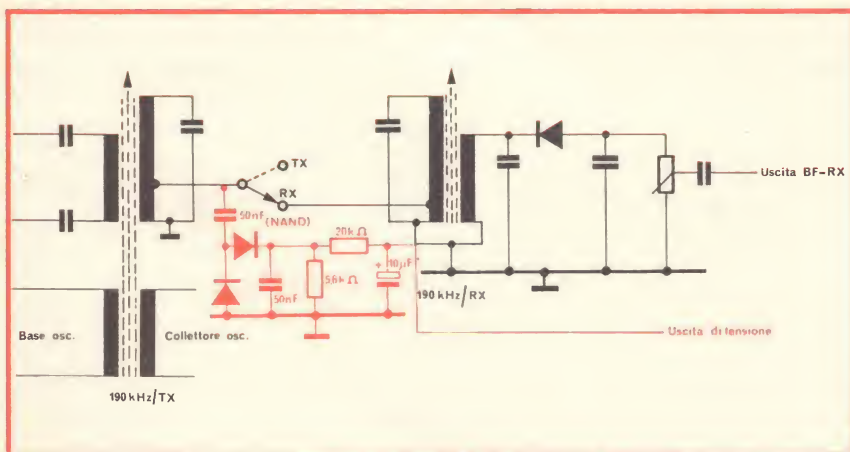

Fig. 14 - Schema di figura 11 modificato senza ANL.
2) Più complicato risulta il circuito Squelch che come nei normali identici circuiti dei ricetrasmittitori, in funzione del segnale di entrata, blocca per interdizione o saturazione il primo stadio preamplificatore di BF, rendendo muto completamente il ricevitore in assenza di segnale. Solo segnali di disturbo superiori all'unità di Volt, possono aprire la soglia e rendere udibile il disturbo. Può essere concepito per rettificazione e duplicazione del segnale ricevuto a controllo di polarizzazione di base del primo transistor preamplificatore BF, caso che comunque limita le possibilità di distanza (sensibilità del ricevitore non più in funzione di perdita della linea, ma di sensibilità di apertura della polarizzazione di base del transistor (vedi disegno di fig. 14). Migliore risulta il circuito Squelch con amplificatore di segnale prima della citata rettificazione e duplicazione (IC-500 che in ricezione, il transistor oscillatore TX 2SA53, funziona da amplificatore del segnale ricevuto aumentando notevolmente la sensibilità di Squelch). Questo circuito a erogazione più sostenuta in tensione per controllo di soglia, oltre ad avere il vantaggio di portare la sensibilità di Squelch prossima alla sensibilità del ricevitore, opera l'interdizione del transistor preamplificatore di BF in configurazione di Emitter, rendendo più stabile la commutazione di interdizione in rapporto tensione/temperatura (vedi disegno di fig. 18 schema IC-500).